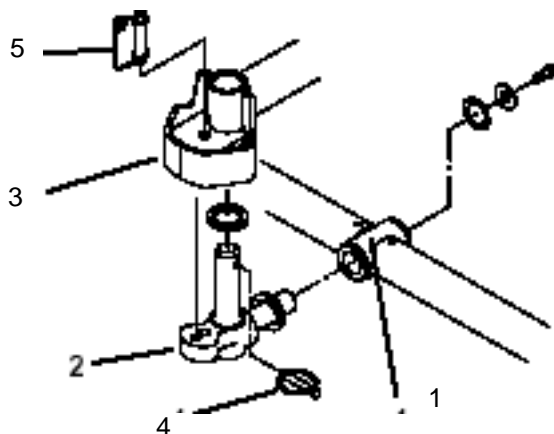

図 4
6. スラストワッシャを、ピボットナックルの水平シャフトに差し込む(図4)
7. ピボットナックルの水平シャフトをキャリアフレームの取り付け穴に差し込む(図4)。
8. スラストワッシャ、平ワッシャ、フランジヘッドキャップスクリュを使って、ピボットナックルをキャリアフレームに固定する(図4)。
9. ピボットナックルの垂直シャフトにスラストワッシャを差し込む(図4)。
10. ピボットナックルの垂直シャフトを外している場合には、ここで昇降アームのピボットハブに差し込む(図4)。ピボットナックルを2枚のゴム製センターリングバンパー(昇降アームステアリングプレートの下)の間に挟む。
11. ピボットナックルシャフトのクロスホールにリンチピンを差し込む(図4)。
14. ステアリングロックピンの下にスプリングを掛けて終了(図4)。